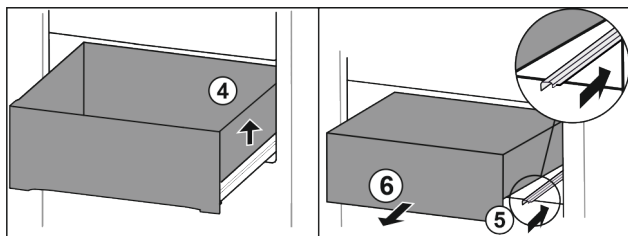

Fig. 91
- ▶ Soulever le tiroir sur la droite. Fig. 91 (4)
- ▶ Rentrer le rail de droite. Fig. 91 (5)
- ▶ Retirer le tiroir par l'avant. Fig. 91 (6)